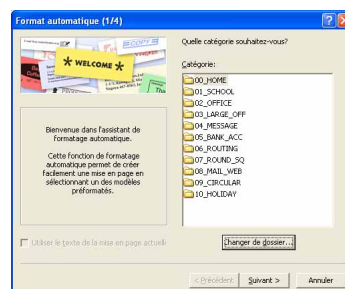

figure 1
- 2 Sélectionnez une catégorie puis cliquez sur le bouton Suivant (voir la figure 1).